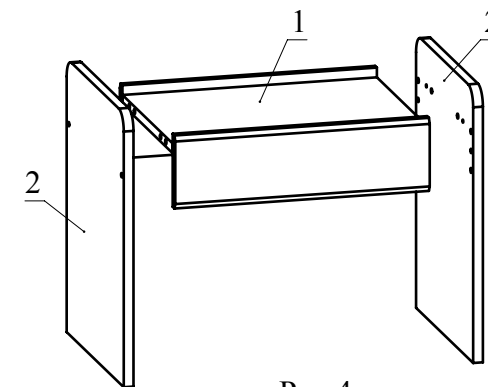

Рис.4
5. Установить полученную сборку между деталями 2 и зафиксировать, повернув конфирматным ключом головки минификсов по часовой стрелке до упора (Рис. 4).